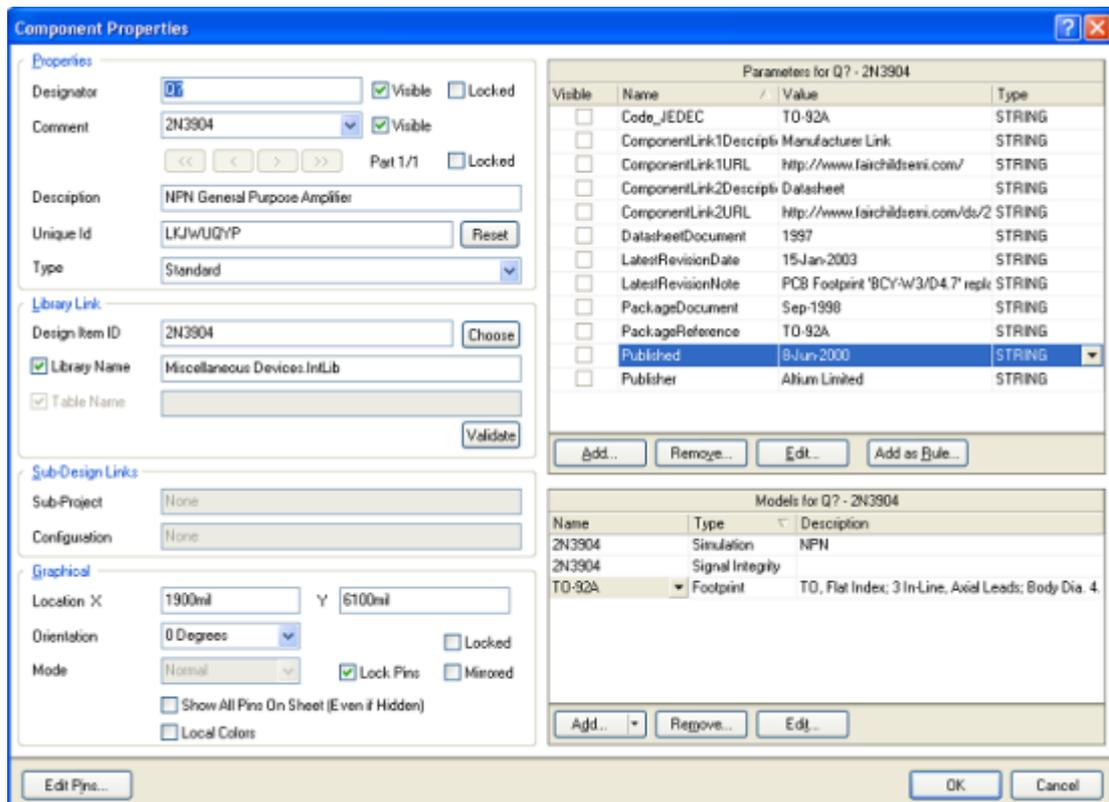

图 6-6 Component Properties 属性框
6. 放置器件在原理图之前，应该先设置其属性。当三极管贴着光标，点击 TAB 键，将打开 Component Properties 属性框。把该属性对话框设置成如图 6-6 所示。